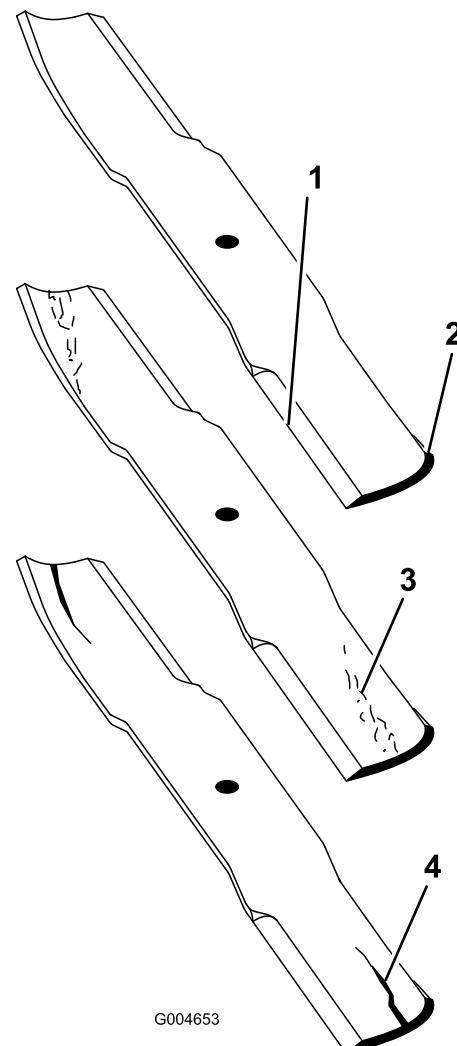

Figura 73
1. Controllate i taglienti (**Figura 73**). Se i taglienti non sono affilati o mostrano delle tacche, togliete le lame e affilatele. Vedere Affilatura delle lame \(pagina 42\).
2. Controllate le lame, in particolare la costa (**Figura 73**). In caso di danni, usura o scanalature
nell'area (Figura 73), montate immediatamente una nuova lama.